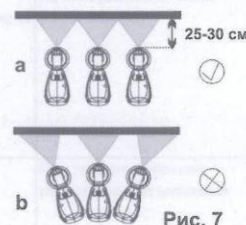
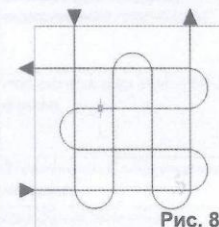

Рис. 7
Рис. 8
- При нанесении лакокрасочного материала рекомендуется держать краскораспылитель так, как показано на рис.7а, равномерно перемещая его по одной из траекторий, представленной на рис.8.